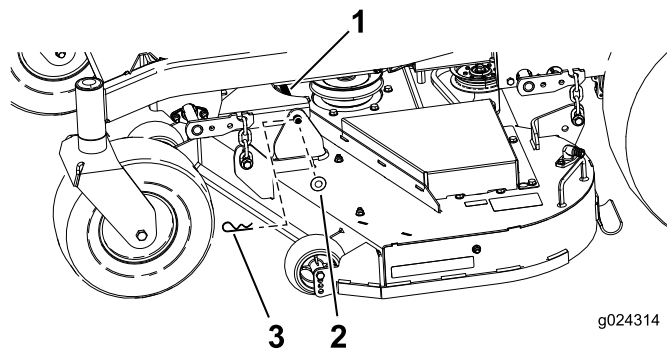

Figura 75
1. Remova o contrapino e anilha que prende o pino de articulação comprido à estrutura e plataforma; remova a barra de ligação (Figura 75).
9. Prenda o pino de articulação com os contrapinos e anilhas removidos previamente (Figura 75).